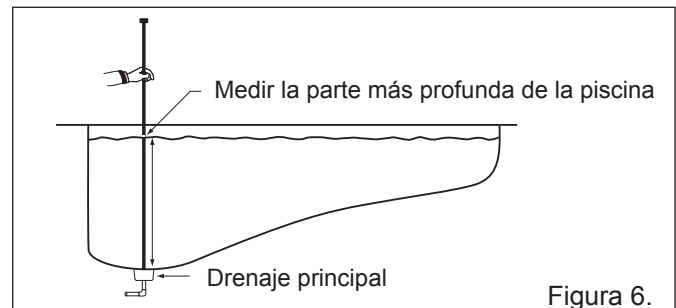

Figura 6.
1. Mida la parte más profunda de la piscina. **Consulte la Figura 6.**